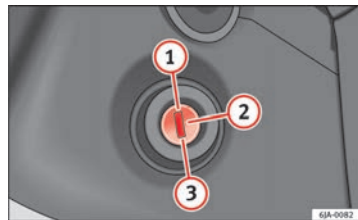

Fig. 102. Posiciones de la llave de contacto
- Durante la marcha con el motor parado, la llave de encendido tiene que estar siempre en la posición ② ⇒ fig. 102 ⇒ página 142 (encendido conectado). Esta posición se señaliza encendiéndose los testigos de control. De no respetar esta regla, podría producirse inesperadamente el bloqueo de la dirección – ¡Peligro de accidente!
- El motor de arranque se puede accionar (posición de la llave en el encendido ③ ⇒ fig. 102 ⇒ página 142) tan sólo si el motor está parado. Al accionar el motor de arranque con el motor en movimiento, éstos pueden sufrir daños.
- Pise el pedal del embrague a fondo ② ⇒ fig. 102 ⇒ página 142 y arranque el motor ③ – sin pisar el pedal de gas. Mantenga pulsado el pedal del embrague hasta que el motor no arranque.
- Suelte la llave de contacto en cuanto se ponga en marcha el motor. La llave vuelve a la posición ②.
- Si a cabo de unos 10 segundos el motor no se pone en marcha, vuelva la llave a la posición ①. Repita la acción transcurridos unos 30 segundos.
Pare el motor girando la llave del encendido hasta la posición ① ⇒ fig. 102 ⇒ página 142. ■